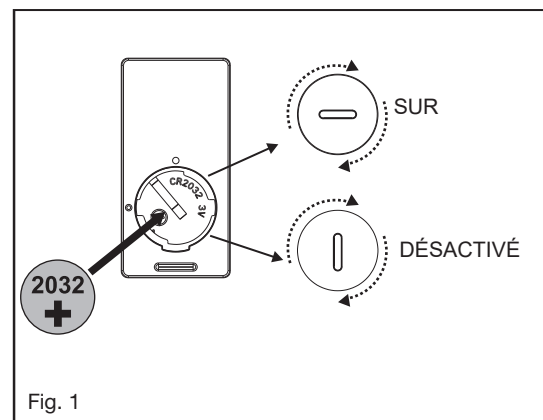

Fig. 1
- 1 Sélectionnez un emplacement souhaité. Utilisez la plaque murale pour marquer l'emplacement des trous de montage. Des chevilles en plastique ou des vis de montage sont nécessaires pour cette application. (Fig. 1)
Retirez le panneau de l'émetteur, puis installez une pile 2032 (incluse). Vous devez utiliser une pièce de monnaie pour ouvrir ou fermer le couvercle de la batterie. Pour éviter d'endommager l'émetteur, retirez la batterie s'il n'est pas utilisé pendant de longues périodes (Fig. 1).